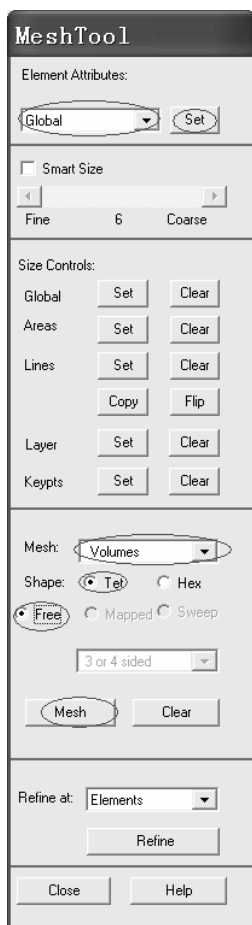
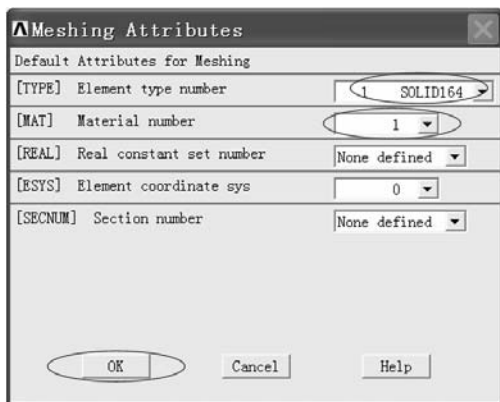
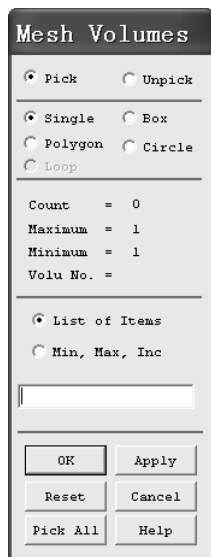

图 3-9 “MeshTool” 窗口
图 3-10 “Meshing Attributes” 窗口
图 3-11 “Mesh Volumes” 窗口
(9) 下面划分单元。依次选择 Main Menu>Preprocessor>Meshing>MeshTool，弹出“MeshTool”窗口（见图 3-9）。在“Element Attributes:”下的方框中选择“Global”，再单击该方框后的“Set”按钮，弹出“Meshing Attributes”窗口（见图 3-10）。在“Meshing Attributes”窗口中进行以下操作：在“[TYPE] Element type number”后的方框中选择“1 SOLID164”，在“[MAT] Material number”后的方框中选择“1”，再单击“OK”按钮，返回“MeshTool”窗口。在“MeshTool”窗口中“Mesh:”后的方框中选择“Volumes”，在“Shape:”后选中“Tet”，再选中“Free”。单击“Mesh”按钮弹出“Mesh Volumes”窗口（见图 3-11）。